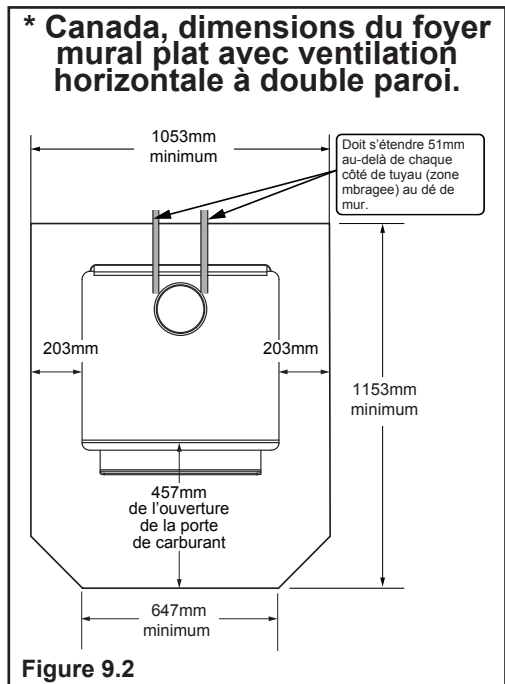

Figure 9.2
Au Canada, une protection de sol similaire doit être fournie à 457 mm (18 pouces) à l'avant et à 203 mm (8 pouces) des côtés et de l'arrière de l'appareil, à moins que le foyer ne soit contre le mur (**Figure 9.2**). Ensuite, le dégagement peut être réduit à l'aide d'un tuyau à double paroi et du tableau Dégagement par rapport aux matériaux inflammables indiqué à la page 10.
***Exception :** Les protections incombustibles pour le sol doivent s'étendre sous le conduit lorsque l'évacuation est horizontale et se prolonger de 51 mm (2 po) de chaque côté du conduit; Voir **figure 9.2**.